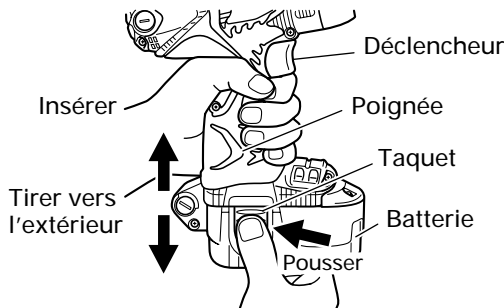

Fig. 5
Aligner la batterie sur la fente de la poignée de l'outil et la glisser à l'intérieur. Toujours insérer la batterie à fond, jusqu'à ce qu'elle se bloque avec un petit déclic. Sinon, elle risque de tomber accidentellement de l'outil et de blesser l'opérateur ou d'autres personnes alentour. (Fig. 5)
Sortir la batterie de la poignée de l'outil tout en appuyant sur les taquets (2) de chaque côté de la batterie. (Fig. 5)